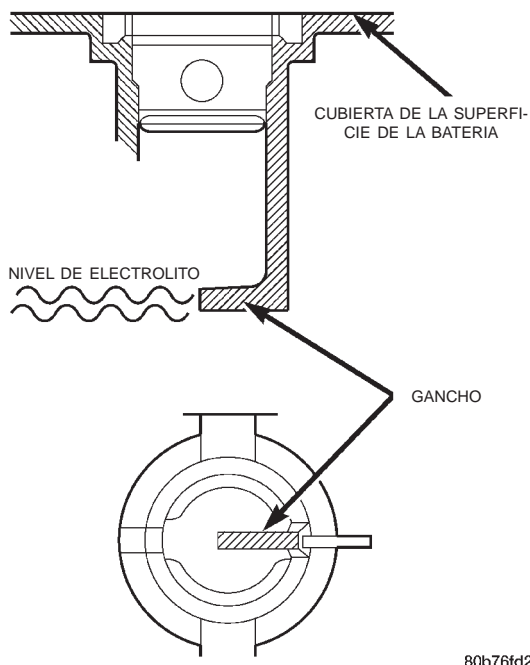

Fig. 12 Gancho del interior de los agujeros de la tapa de la batería.
(2) Mire a través de los agujeros de las tapas de la batería para determinar el nivel de electrolito en la batería. El electrolito debería estar aproximadamente 1 centímetro por encima de las placas de la batería o hasta que se cubra el gancho del interior de los agujeros de la tapa de la batería (Fig. 12).
(3) Agregue sólo agua destilada o agua sin minerales hasta alcanzar los niveles adecuados.